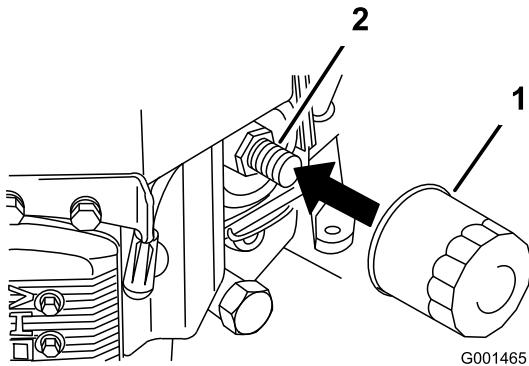

Figure 29
- Retirez le filtre usagé (Figure 29).
- Appliquez une fine couche d'huile neuve sur le joint en caoutchouc du filtre de rechange (Figure 29).
- Posez le filtre à huile de rechange sur l'adaptateur, tournez le filtre dans le sens horaire jusqu'à ce que le joint en caoutchouc touche l'adaptateur, puis serrez le filtre de 3/4 de tour supplémentaire (Figure 29).